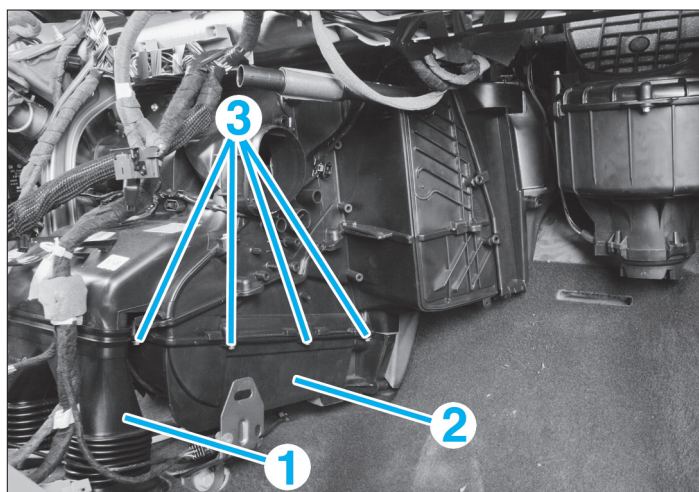

FIG. 21
- la canalisation (1) de répartition d'air au plancher (fig. 21).
- Déposer les vis de fixations (3) du couvercle inférieur (2) du radiateur de chauffage.